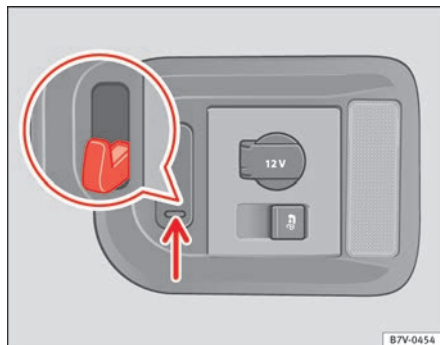

Fig. 99 No porta-bagagens: ganchos para sacos.
À direita do porta-bagagens existem uns ganchos para sacos basculantes ⇒ Fig. 99 nos quais se podem pendurar sacos de compras leves.
- Pressione para baixo nos ganchos para sacos ⇒ Fig. 99 (seta) e rebata-os.